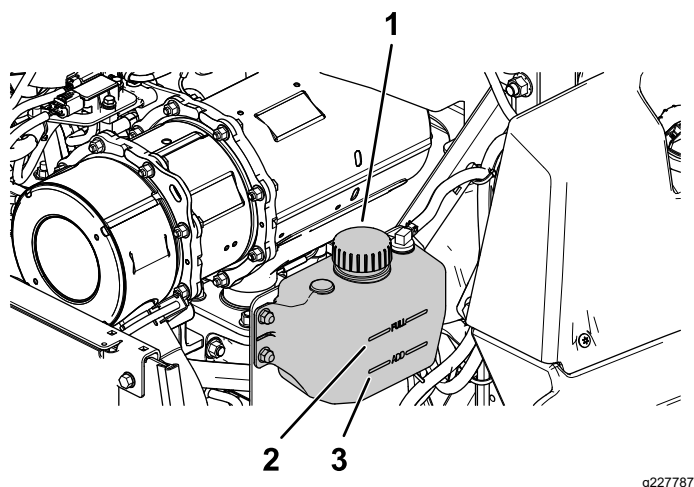

Bild 55
4. Prüfen Sie den Kühlmittelstand im Ausdehnungsgefäß (Bild 55).
5. Wenn der Kühlmittelstand zu niedrig ist, schrauben Sie den Deckel des Ausdehnungsgefäßes ab, und füllen Sie nach angegebene Kühlmittel nach (Bild 55).